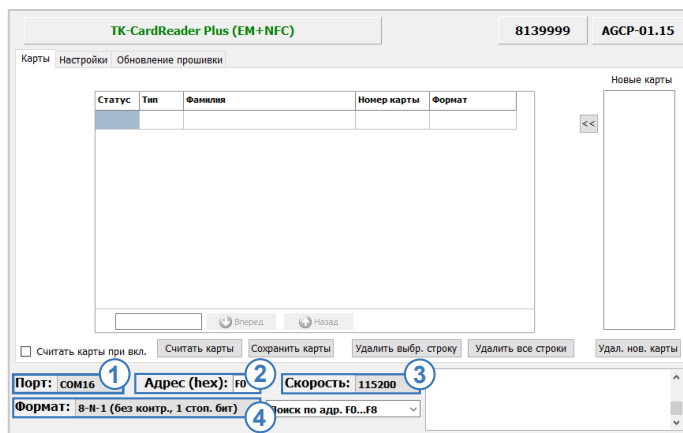

Рис.16. Подключение по известному адресу
- в конфигураторе выбрать COM-порт к которому подключается программатор «TKLS-Prog-RS485» (Рис.16, п.1). Посмотреть порт устройства можно в Диспетчере устройств системы, подключив предварительно программатор;
- настроить формат передачи, заданный в считывателе (Рис.16, п.4). По умолчанию – 8-N-1;
- выбрать скорость передачи, заданный в считывателе (Рис.16, п.3). По умолчанию – 19200;
- в поле «Адрес (hex)» указать адрес считывателя, к которому необходимо подключиться (Рис.16, п.2);